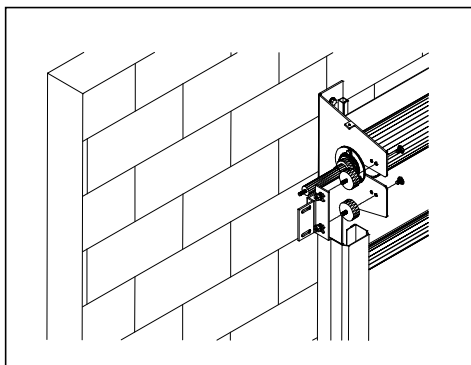

Figura 28
2. Instale os coxins e o suporte na flange referente ao lado do motor. (Veja Figura 28).